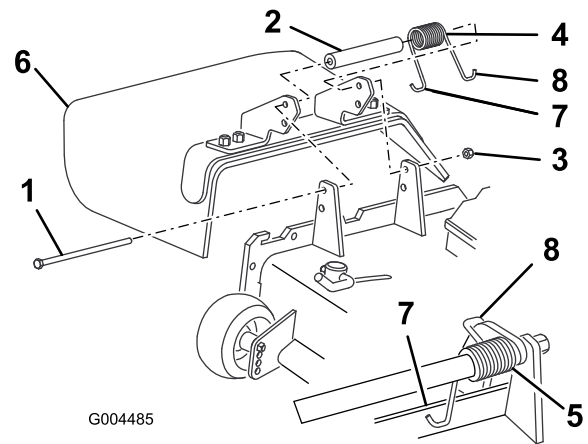

Bild 71
2. Entfernen Sie die Sicherungsmutter, Schraube, Feder und das Distanzstück, mit denen das Ablenkblech an den Drehhalterungen befestigt ist (Bild 71). Entfernen Sie defekte oder abgenutzte Ablenkbleche.
3. Legen Sie das Distanzstück und die Feder zwischen die Halterungen des Ersatzablenkbleches (Bild 71). Setzen Sie das linke J-Hakenende der Feder hinter die Kante des Mähwerks.
Hinweis: Stellen Sie sicher, dass sich das linke J-Hakenende der Feder hinter der Mähwerkkannte befindet, bevor Sie die Schraube einführen, siehe Bild 71.
4. Setzen Sie die Schraube und Mutter ein. Führen Sie das rechte J-Hakenende der Feder um das Ablenkblech (Bild 71).